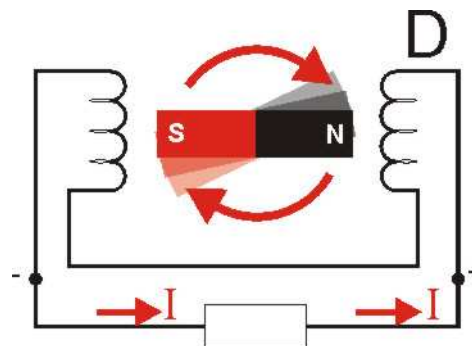

Figura 177 – No final da volta a corrente inverte seu sentido
A partir do ponto (C) até o ponto (D), a tensão sobe novamente, mas com polaridade oposta, fazendo agora circular uma corrente em sentido oposto pela carga, conforme mostra a figura 177.